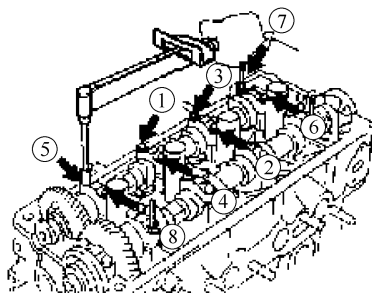

图 1-123 轴承盖安装步骤
g. 按图 1-123 所示顺序，均匀分步安装并紧固 8 个轴承盖螺栓。